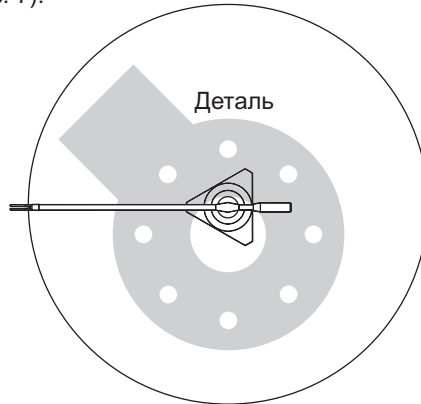

Рисунок 7. Расположение опоры
- Убедившись, что основание опоры находится примерно по центру объема детали, установите опору на столе Вашей координатно-измерительной машины (см. рис. 7).